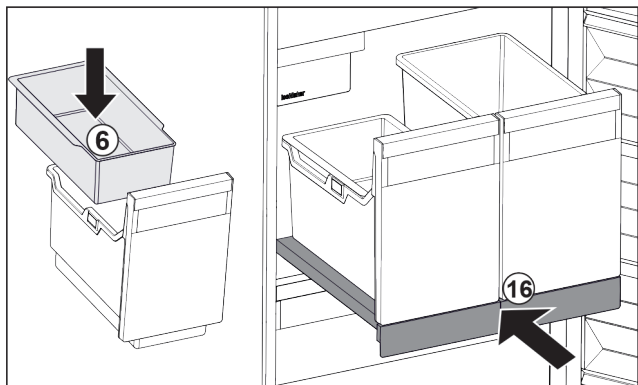

Fig. 101
- ▶ Colocar la bandeja suspendida Fig. 101 (6) para cubitos de hielo.
- ▶ Introducir el estante extraíble con recipiente (IceTower). Fig. 101 (16)